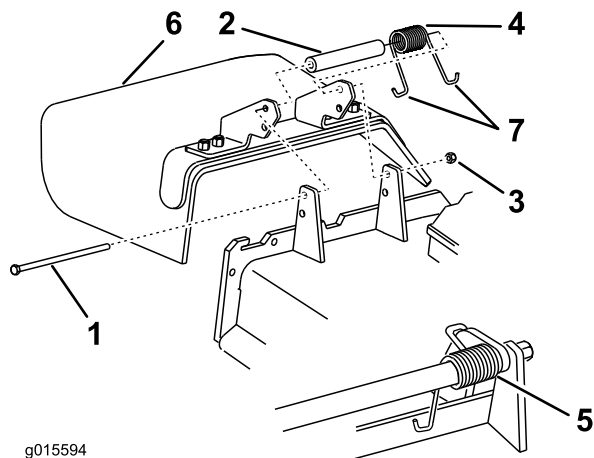

Figure 101
1. Retirez le contre-écrou, le boulon, le ressort et l'entretoise qui fixent le déflecteur aux supports de pivot (Figure 101).
2. Enlevez le déflecteur s'il est endommagé ou usé (Figure 101).
Remarque: Prenez soin de placer 1 extrémité en J du ressort derrière le bord du tablier avant de mettre le boulon en place, comme montré à la Figure 101.
6. Accrochez l'extrémité en J du ressort au déflecteur d'herbe (Figure 101).